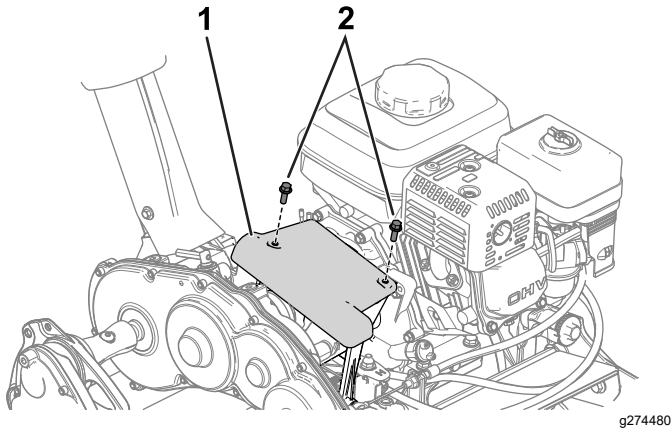

Figura 33
1. Aceda ao disco de fricção e placa de pressão removendo a cobertura da embraiagem (Figura 33).